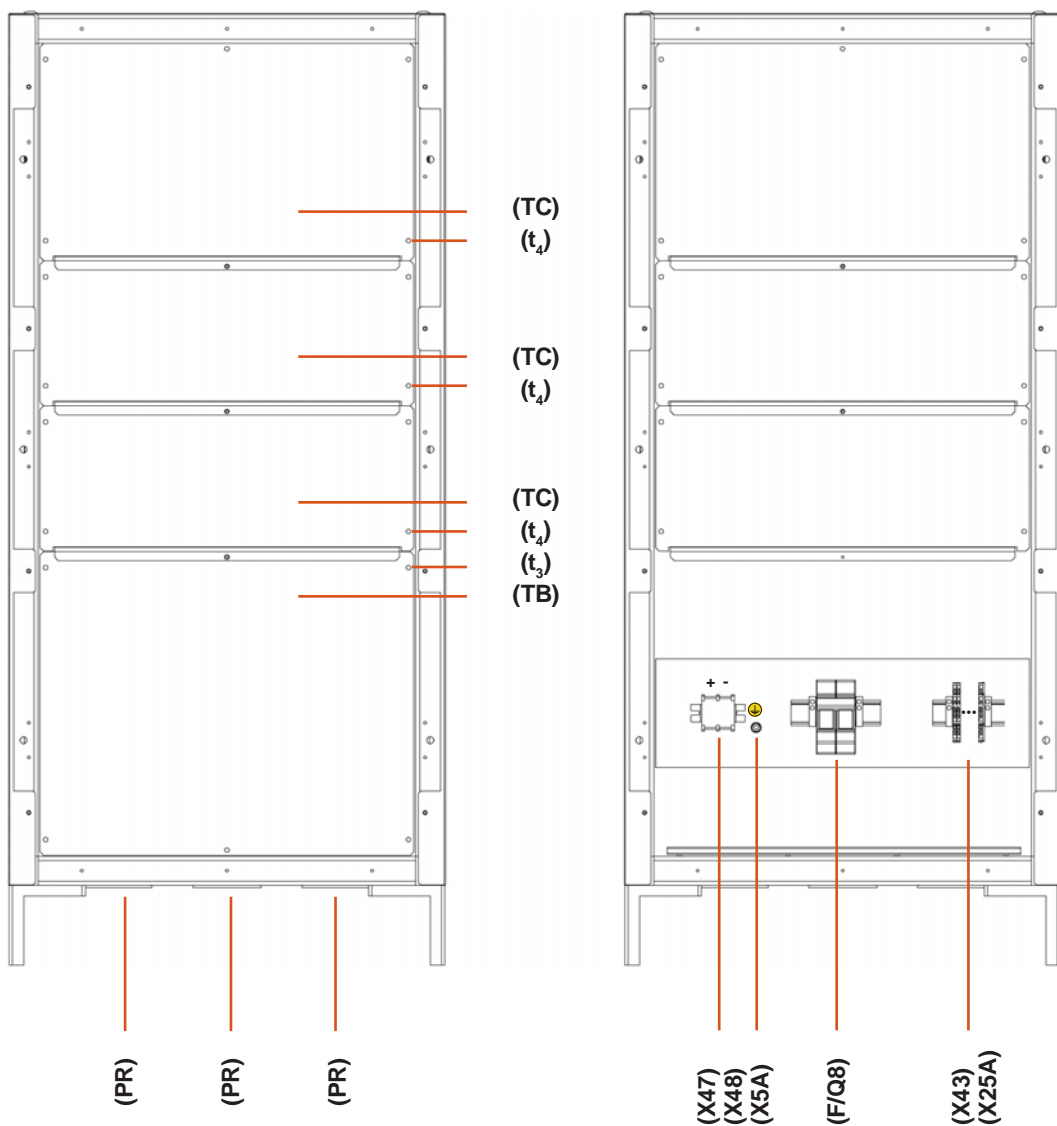

Fig. 9. Vue frontale armoire de batteries de 605x605x1315 mm.
- Armoire de batteries de 1205 mm d'hauteur, avec des pieds élévateurs additionnels de 110 mm, par ce que l'hauteur totale sera de 1315 mm. Disponible avec une base d'armoire de dimensions 600x600 et 600x800 mm (Voir Fig. 9 et 10).